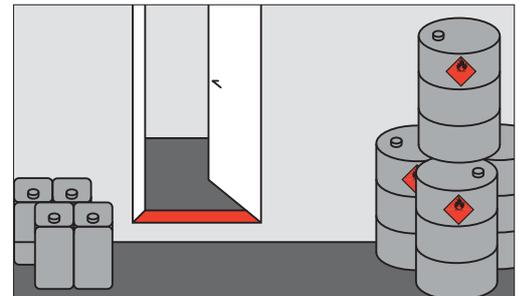

Fig. 4: rétention de liquides pouvant se répandre grâce à un seuil surélevé.
- 4 Des **mesures de rétention** (par ex. seuils, bac de rétention) sont-elles prises pour éviter que des liquides ne se répandent dans des locaux contigus, des canalisations, etc.? (Fig. 4)